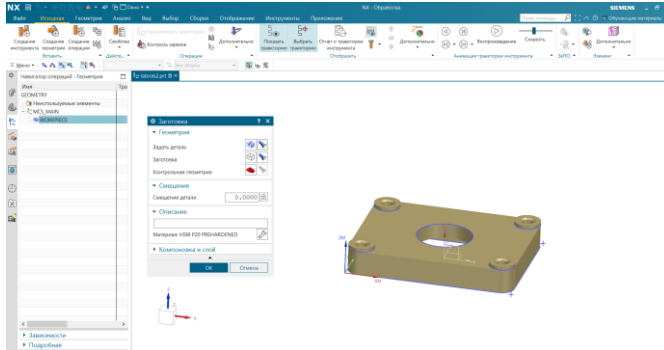

Рисунок 2.6 Діалогові вікна «Геометрия детали»
б) Двічі клацніть по геометричній групі WORKPIECE в навігаторові операцій. З'явиться діалогове вікно (рис. 1.7). Виконайте команду «Задать деталь» (1). Вкажіть тіло в графічній області (рис. 2.6). Натисніть ОК. Виконайте команду «Задать заготовку», тип заготовки «Ограничивающий блок».